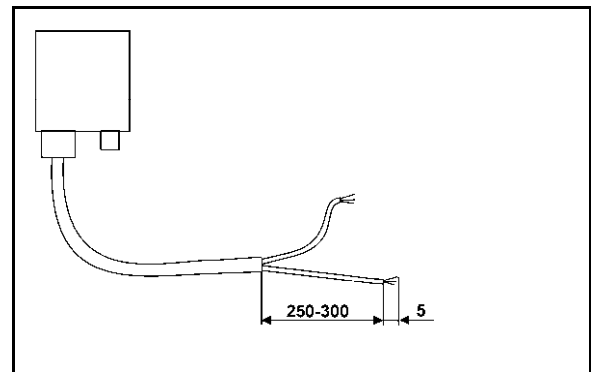

Bild 3
Exempel (Bild 3/6)
3. Skala kabeländan (Bild 3) ca 250 till 300 mm
- Avisolera 5 mm på båda kabeländor (Bild 3).